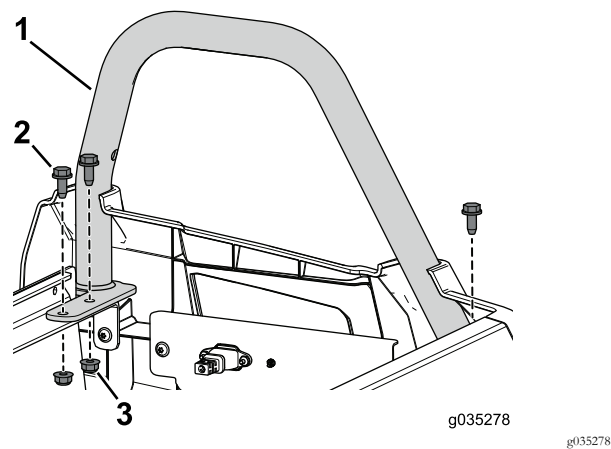

图91
12. 使用之前卸下的 3 个凸缘螺栓 3/16 x 3/4 英寸和凸缘螺母将左后臀部固定管固定到座椅底座组件上 图91。